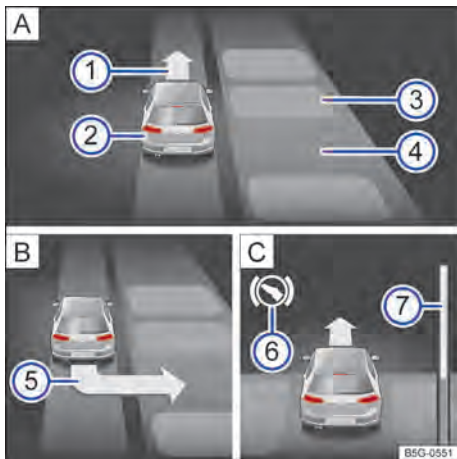

Fig. 114 No display do instrumento combinado: estacionar lado a lado. **A**) Procurar uma vaga de estacionamento. **B**) Posição para estacionar. **C**) Manobrar.
- Estacionar ao aparecer no display do instrumento combinado a indicação de estacionamento → **Fig. 114** → Página 153.
Legenda da → Fig. 114 (modo de estacionamento lado a lado com marcha a ré):
- Frear quando soar um alarme sonoro indicando para mudar de direção, acender a seta → Fig. 114 ① [A], acender o símbolo branco [S] ou mostrar uma mensagem.